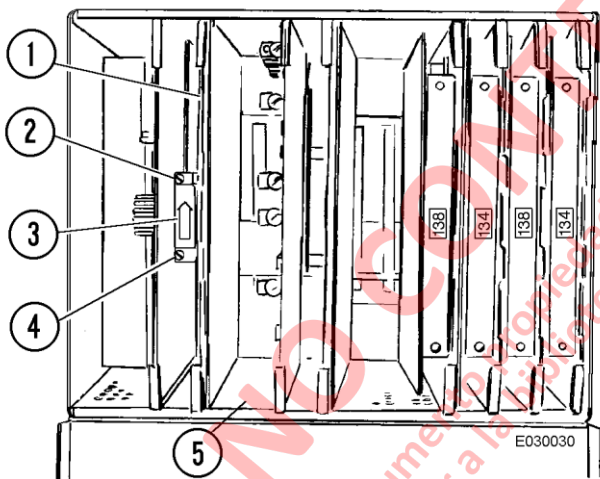

FIGURA 3-2. UBICACIÓN DE LA BATERÍA
13. Conecte un VOM a través de los tornillos que sujetan la placa verde en el borde de la tarjeta de CPU del PSC en el panel ICP. Conecte el cable positivo al tornillo superior (2, figura 3-2) y el cable negativo al tornillo de la parte inferior (4).
14. Conecte un VOM a través de los tornillos que sujetan la placa verde en el borde de la tarjeta de CPU de TCI en el panel TCI. Conecte el cable positivo al tornillo superior (2) y el negativo al tornillo de la parte inferior (4).